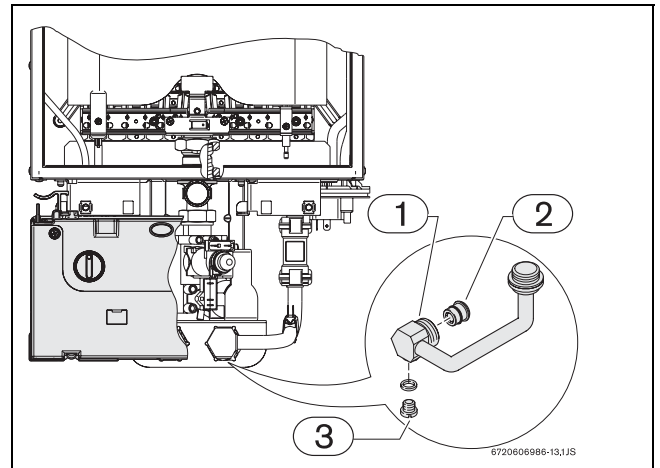

Fig. 10 Parafuso de purga
- ▶ Desapertar o parafuso de purga (→Fig. 10, pos. 3) situado no tubo de entrada de água.
- ▶ O aparelho não deverá ser instalado em locais cuja temperatura ambiente possa descer dos 0 °C. Caso exista o risco de congelação, desligue e esvazie o aparelho (→Fig. 10).